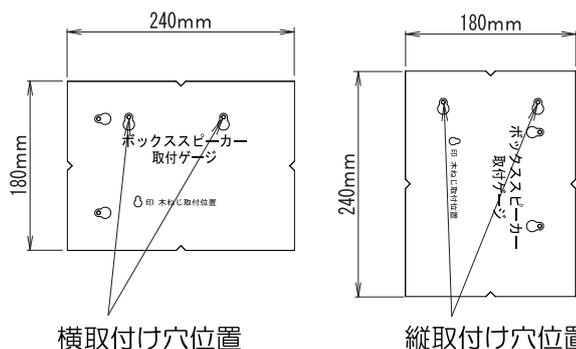

図16
- ・取付ゲージを用いて、付属の木ねじ（φ4×32）を壁面より10mm出して取り付けてください。（図16、17参照）